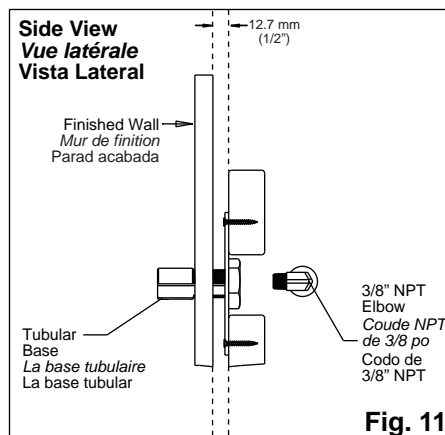

Fig. 11
11. Attach 3/8" elbow to tubular base. See Figure 11.
11. Attachez le coude de 3/8 po à la base tubulaire. Voir la figure 11.